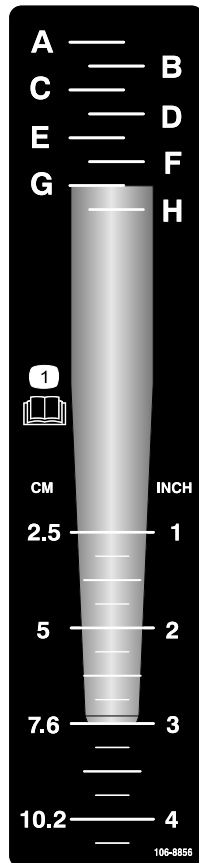

Figura 20
1. Coloque o dente pretendido no autocolante de profundidade enquanto alinha a ponta do dente com a profundidade de arejamento pretendida, conforme indicado em Figura 20.
2. Determine a definição da letra alinhada com a extremidade de montagem do dente (Figura 20). Ajuste o controlo de profundidade em relação à letra correspondente no autocolante.